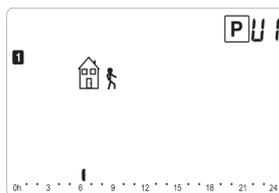

Fig. 18
- 7) premere (OK) per confermare e passare allo step successivo; di default sul display comparirà il simbolo “esco di casa” , come si vede in Fig.18;